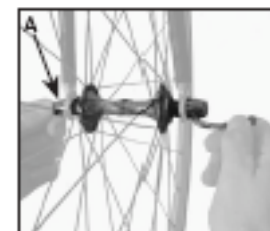

Figure 33 - Serrage de l'écrou
2. Placez le levier à environ mi-distance entre la position OPEN et CLOSE, puis serrez à la main l'écrou de réglage au maximum (figure 33).